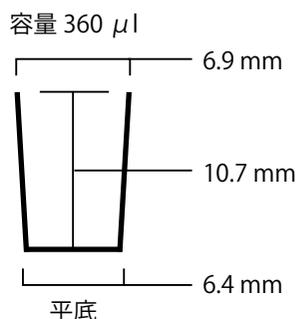

図 2. 96 well UV Plate の well 形状規格
添付の 96 well UV Plate は、Corning 製 (code 3635) (図 2) を使用しています。
*: ウェルの形状は図 2 の様な円錐台となっておりますが、便宜的に底面積を底面の直径をもとに 0.32 cm^2 と算出し、この底面積をもつ円柱とほぼイコールと想定し概算した値